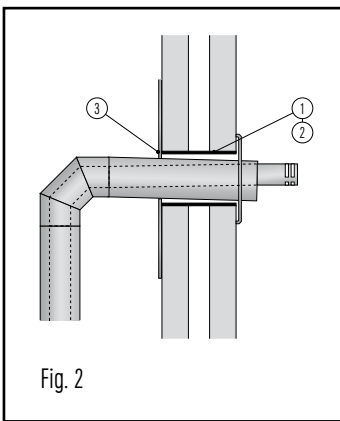

Fig. 2
In all circumstances the terminal must have a minimum distance of 50 mm to all combustible material. This can be realised in 2 different ways (see fig. 2):
Dans tous les cas de figure, la distance entre le terminal USDHC4 13 (4) et les matériaux combustibles ne doit pas être inférieure à 50 mm. Ceci peut se faire de 2 façons (voir fig.2) :
2. Installer une cage rectangulaire en matériaux incombustible de dimensions 250 x 250 (Ø100) ou 300 x 300 (Ø130) mm. Sur les parois intérieure et extérieure du mur, utiliser une paire de plaques de centrage USCP (3), ou plaque de finition large USMPG, pour centrer le terminal et recouvrir l'espace entre celui-ci et la réservation faite dans le mur.
UWAGA w pierwszej kolejności należy przestrzegać lokalnych i krajowych wytycznych montażowych i przepisów przeciwpożarowych. Każdy element zakończenia musi znajdować się w odległości minimum 50mm od materiałów palnych. Można to osiągnąć na dwa różne sposoby (Fig.2):
In alle gevallen dient de doorvoer rondom 50 mm verwijderd te zijn en te blijven van brandbaar materiaal. Praktisch kan dit op twee manieren uitgewerkt worden (zie fig. 2):